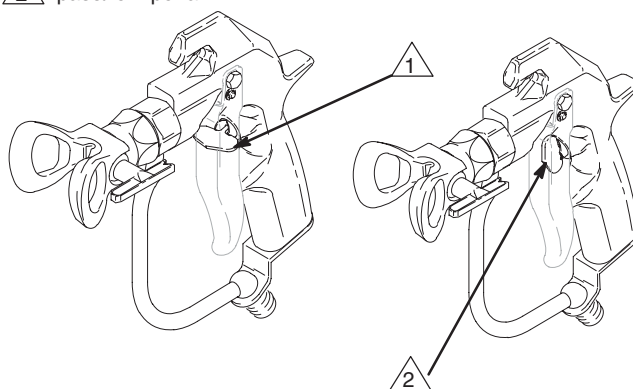

Рис. 1
1. Для блокировки предохранителя курка пистолета-распылителя, установите рычажок предохранителя под прямым углом к корпусу пистолета-распылителя. См. Рис. 1.
2. Для разблокировки предохранителя курка пистолета-распылителя, надавите на рычажок предохранителя и установите его параллельно к корпусу пистолета-распылителя. См. Рис. 1.